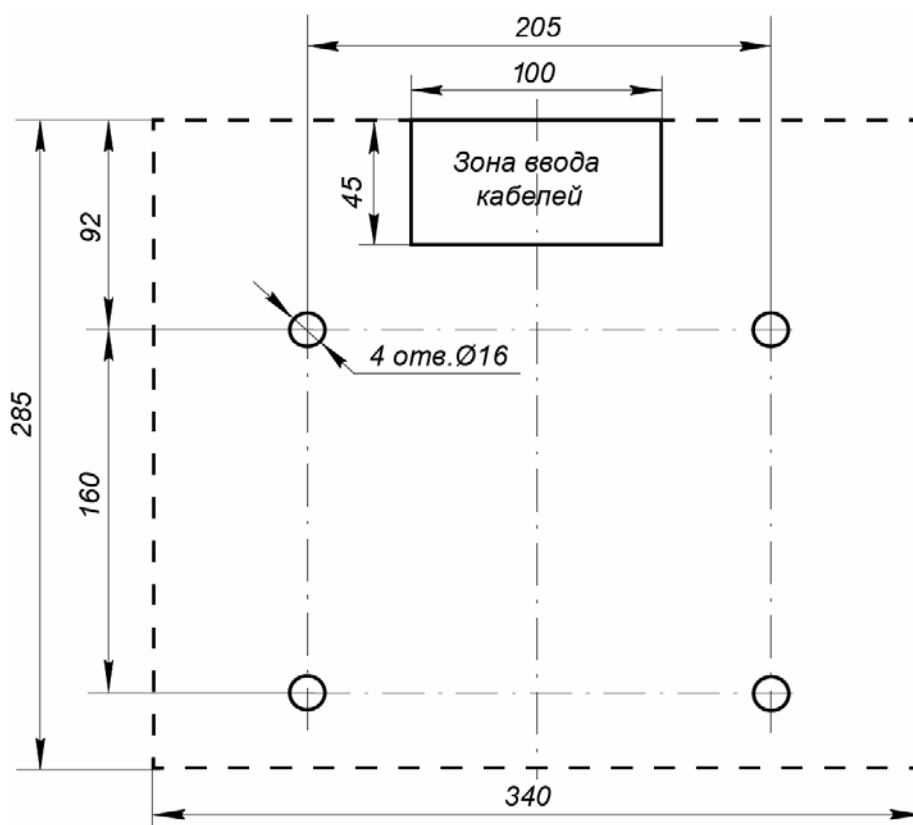
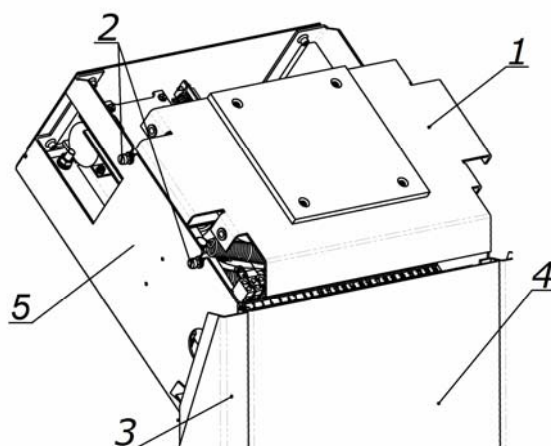

Рисунок 10. Разметка отверстий в полу под крепление стойки турникета (пунктиром показаны габариты основания)
Рисунок 11. Стойка турникета со снятой крышкой
2. В соответствии со схемой, приведенной на рис. 10, произведите разметку и разделку отверстий в полу под гильзы анкеров (15) для крепления стойки турникета.
3. Произведите монтаж источник питания турникета (9) на отведенное для него место в соответствии с инструкцией в имеющейся на него эксплуатационной документации.
4. При необходимости прокладки кабелей под поверхность пола подготовьте в полу кабельный канал к зоне ввода кабелей в стойку турникета. Расположение зоны ввода кабелей указано на схеме рис. 10.
5. Установите гильзы анкеров (15) в выполненные в полу отверстия так, чтобы они не выступали над поверхностью пола.
6. Снимите крышку турникета (2). Порядок снятия крышки см. в разд. 6.
7. Снимите усиливающую пластину (1, рис. 11). Для этого предварительно ослабьте отверткой шлицевой четыре винта крепления пластины (2, рис. 11).
8. Снимите заднюю стенку турникета (4, рис. 11). Для этого смещайте ее вверх вдоль стойки турникета, до тех пор, пока она не выйдет из зацепления со стойкой. Задняя стенка снабжена двумя парами зацепов, расположенными в ее верхней и нижней частях.
12. Подключите кабель (14) ПДУ (устройства РУ или контроллера СКУД) к выносной клеммной колодке **XS1**.
14. Подключите кабель питания (11) от источника питания турникета к выносной клеммной колодке **XS1**.
15. При необходимости произведите установку считывателей карт доступа на предусмотренные для этого места на стойке (5, рис. 11). Для подключения считывателей используйте свободные контакты (15 - 24) клеммной колодки **XS1**.